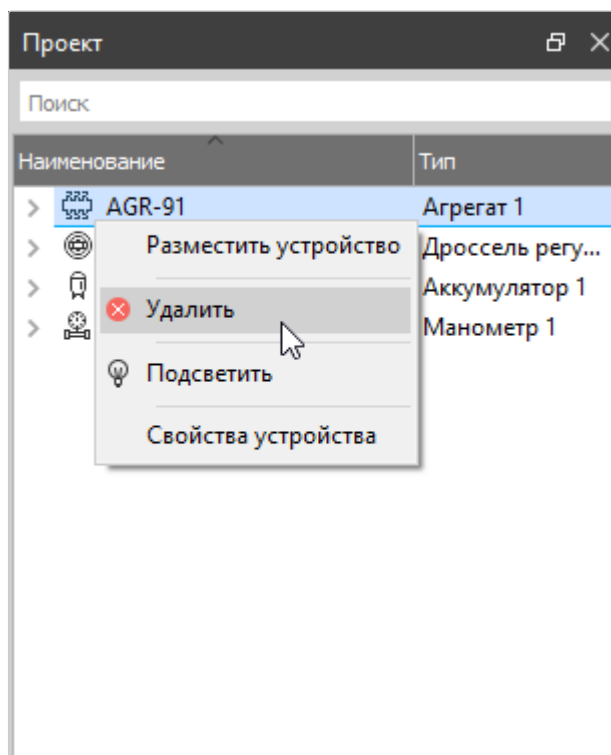

Рисунок 241. Удаление компонента из проекта
- 1) В плавающем окне «Проект» вызвать контекстное меню на необходимом устройстве или последовательно выбрать несколько устройств с зажатой клавишей  и вызвать контекстное меню на любом из выбранных устройств (см. рисунок 241);